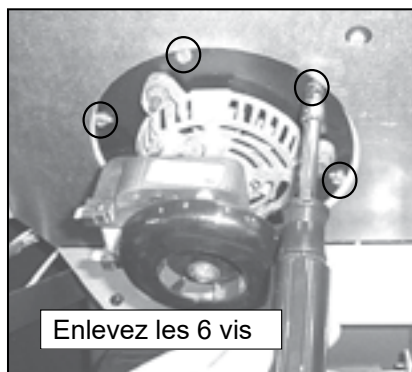

Figure 22.2
- Enlevez 6 vis en utilisant un tournevis à tête plate ou un tournevis à douille de 6 mm (1/4 po). Conservez les vis pour les utiliser sur un ventilateur de remplacement (**Figure 22.2**).